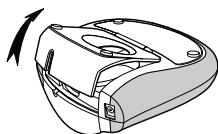

Figura 3
1. Per aprire il compartimento della cartuccia, premere sul coperchio e rilasciare. Vedere Figura 3.